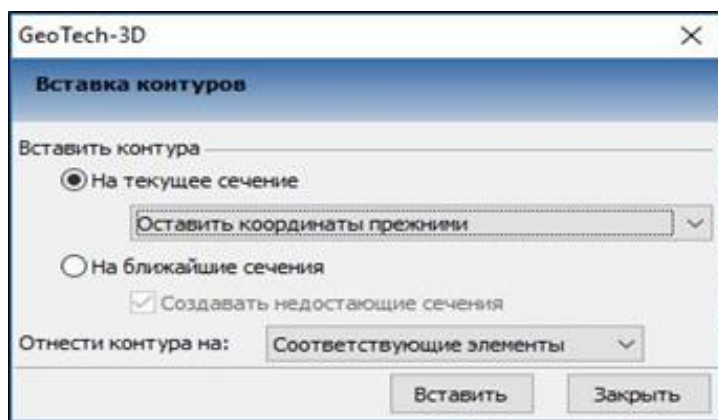

Рис. 5.4. Вставка параметров объекта
5.3. С помощью **ПКМ** выберите **Вставить** согласно рис. 5.4.